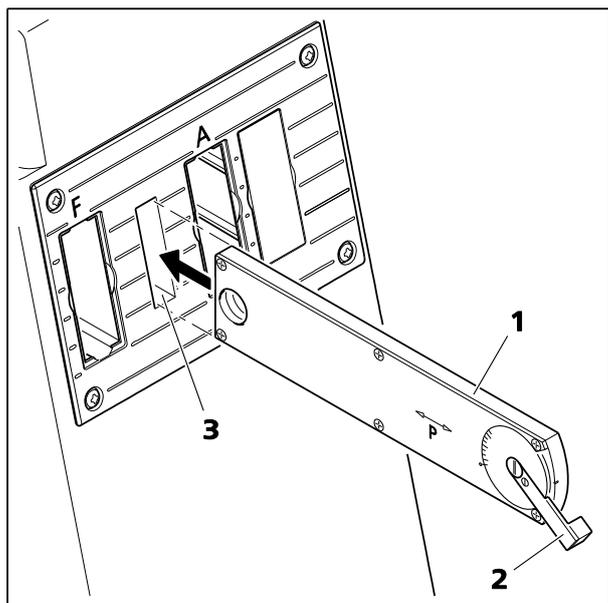

Fig. 157 Emplacement pour curseur de polariseur RL 6x30 mm, orientable à 90°
Sinon, il est possible d'utiliser un polariseur rotatif sur les statifs des microscopes Axio Observer 3 materials, 5 materials et 7 materials qui disposent d'un emplacement pour le curseur Polarizer RL 6x30, orientable à 90° (Fig. 157/3).
- Curseur de polariseur RL 6x30 mm, orientable à 90°, 427710-9060-000 (Fig. 157/1)
- Emplacement pour curseur de polariseur RL 6x30 mm, orientable à 90° (Fig. 157/3)
- Insérer le curseur du polariseur (Fig. 157/1) dans l'emplacement (Fig. 157/3).
- Sélectionner le contraste souhaité à l'aide du levier (Fig. 157/2).